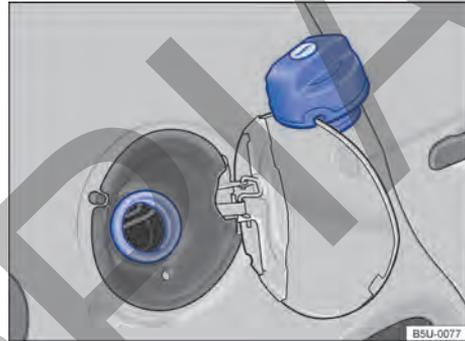

Fig. 170 Portezuela del depósito de combustible abierta con el tapón de cierre del depósito de combustible colgado.
- Gire la tapa del depósito de combustible en sentido antihorario y cuélguela encima de la portezuela del depósito de combustible → fig. 170.